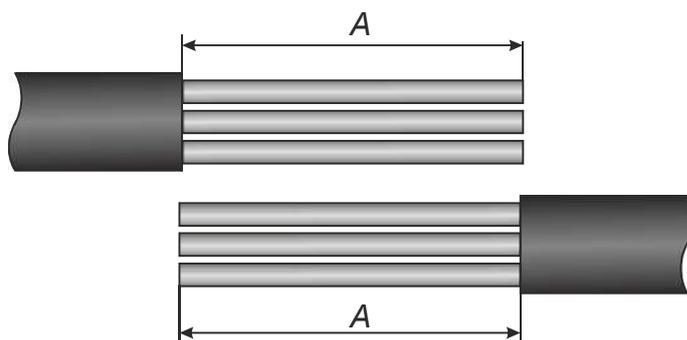

Рис. 1
2.4 Подготовить концы кабеля. Рабочее расстояние «Х» в мм между срезами оболочек кабеля (рис.1) для каждого типоразмера кабелей указано ниже.